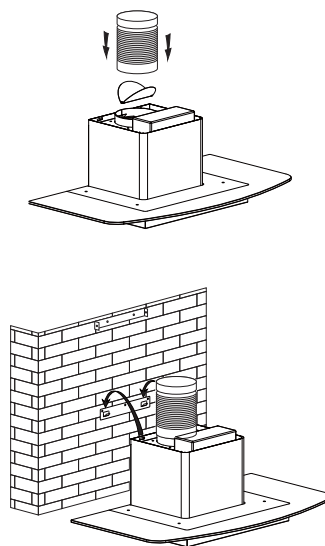

Fig. 2
A sua instalação não possui saída para o exterior (fig. 2)
- Coloque e fixe o corpo do exaustor neste suporte com os parafusos previstos para esse fim (fig. 2).